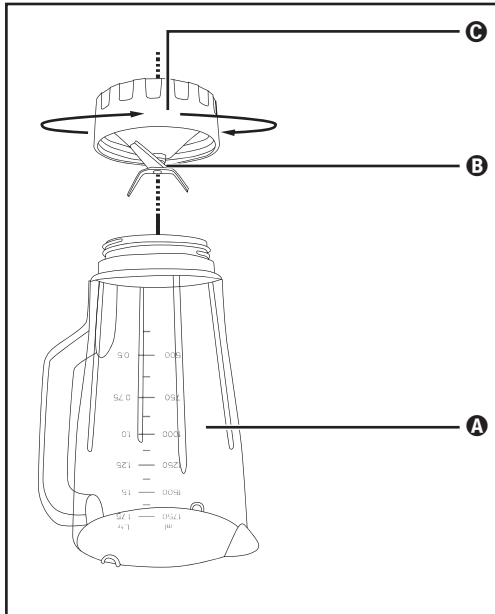

Fig. 3
- 2) Vend produktet på hovedet, og drej den nederste plastdel ③ på blenderkanden ③ mod urets retning, så den kan løsnes fra blenderkandens ③ øverste plastdel ① (se fig. 3).
- ▶ Vær forsigtig ved omgang med knivene ③. De er meget skarpe. Fare for personskader!